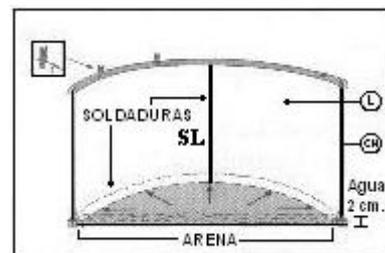

fig. 23
a) Posizionare il liner (L) nel centro della piscina e dispiegarlo verso i lati. La parte saldata che congiunge la base del liner con la parete deve aderire perfettamente alle sezioni più basse e dalla parete, tutto lungo il perimetro interno (fig.23).
La valvola di ritorno è per dove ritorna l'acqua alla piscina, una volta filtrata (fig.23). **Importante:** Mettere teflon in tutte le viti. **L'eccesso di teflon può causare la rottura dei pezzi.**